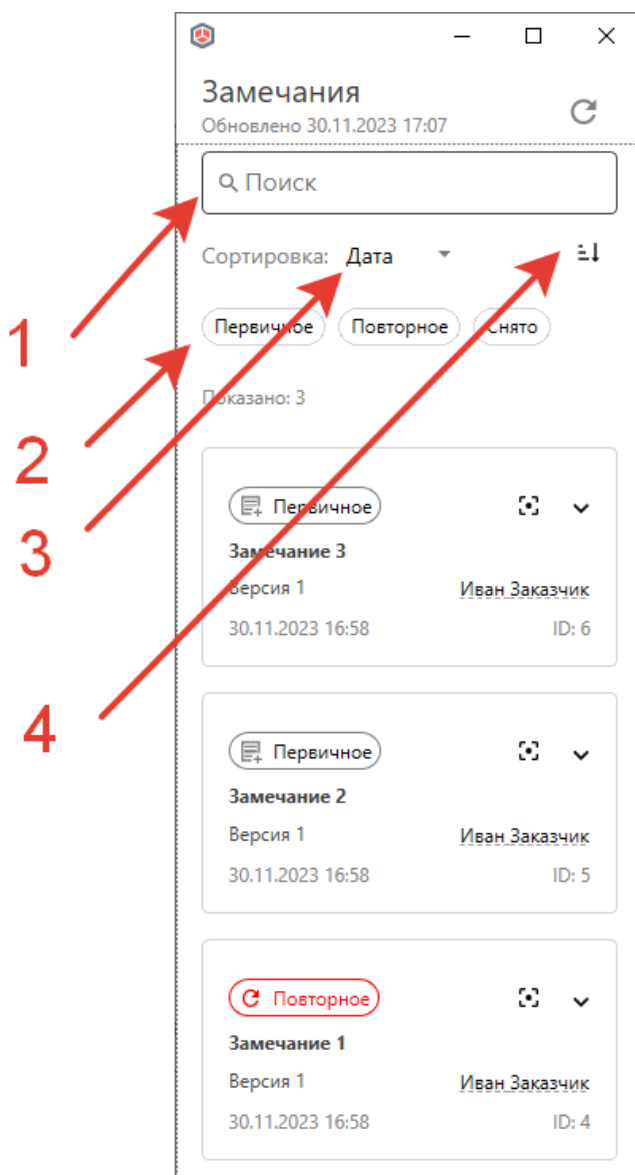

Рисунок 60. Сортировки и поиск по замечаниям.
Пользователю доступны следующие инструменты работы со списком замечаний: поиск по имени \ тексту (1), отображение замечаний только с определенным статусом: первичное, повторное, снято (2), сортировка по дате, статусу, автору, версии (3), изменение порядка сортировки (4). (Рисунок 60)